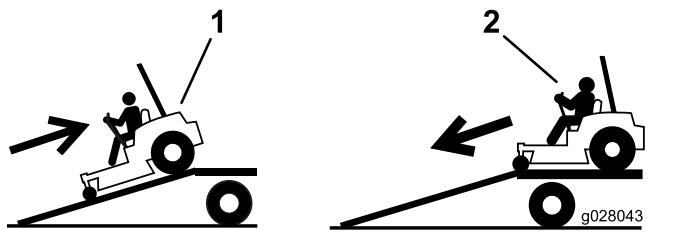

**Figura 41**
5. Utilize os pontos de fixação metálicos na máquina para prendê-la com segurança ao atrelado ou camião com cintas, correntes, cabo ou cordas (Figura 41).